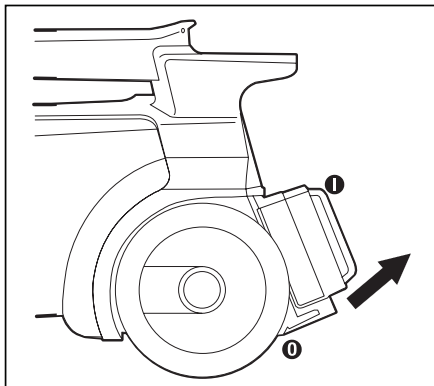

Fig. 13
**Étape 1 :** Saisissez les attaches inférieures (1) du filtre (1) (Fig. 13).
**Étape 2 :** Tirez vers l'extérieur et vers le bas pour libérer (Fig. 13).